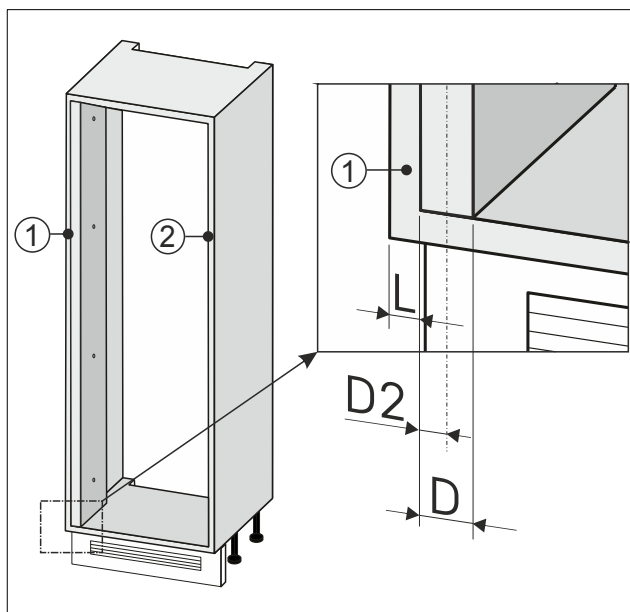

Fig. 89
- ▶ Zabeležite polovično širino Fig. 89 (D2) izravnave stene.